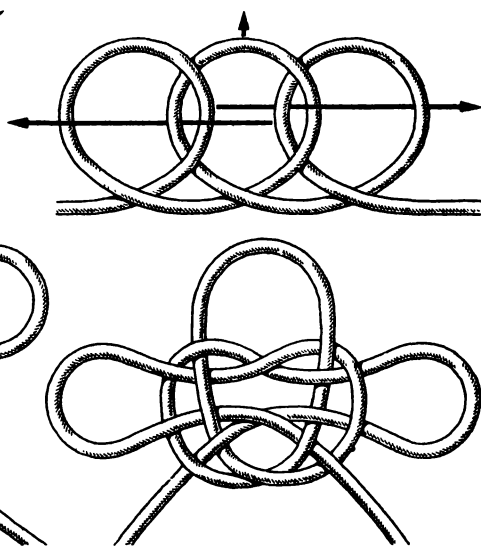
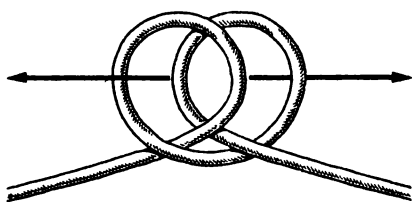

Рис. 80. Топовый узел
Рис. 90. Кандалный узел
**Топовый узел** (рис. 80). Он также применялся на топах мачт парусных кораблей вместо бугелей с обухами (кованых колец со скобами) для крепления бакштагов и штага. Этим узлом пользовались для крепления временных оттяжек при установке мачт и забивке свай.
**Кандалный узел** (рис. 90). Он очень схож с «пьяным» узлом. Его название на английском языке обозначает «наручники». Узел может служить для тех же целей. Несмотря на внешнее сходство, это два разных узла (см. рис. 90 и 89). Во всяком случае, не развязывая их и не вынимая концов из центральной петли, один узел превратить в другой невозможно. Некоторые моряки называют этот узел двойным топовым узлом, так как иногда он применяется аналогично топовому узлу (см. рис. 80).